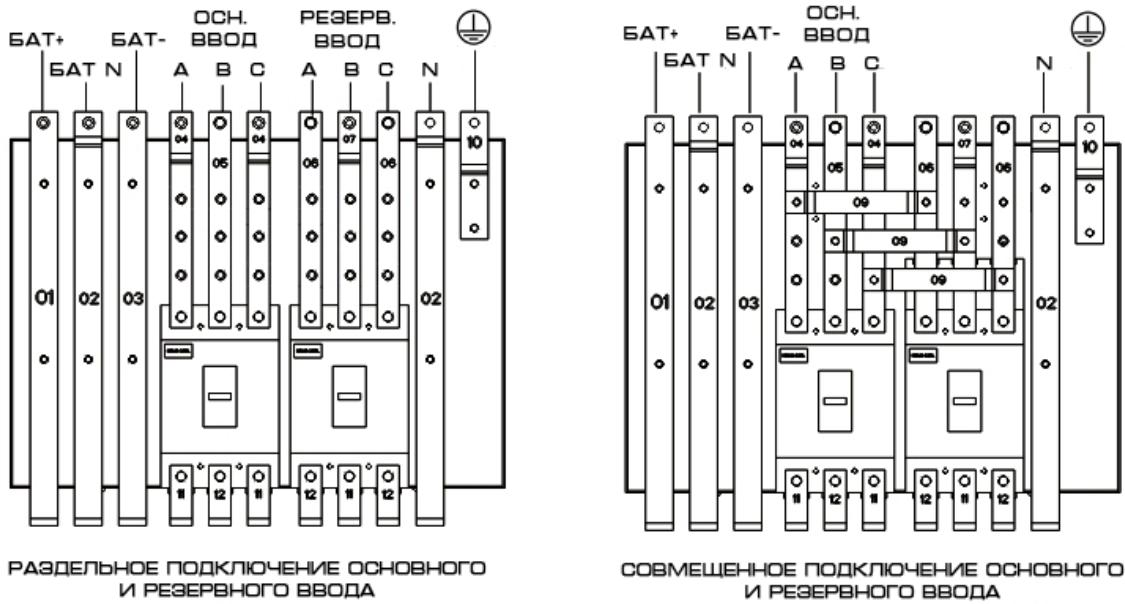

Рис. 2.15 Входные и выходные подключения кабинета 160кВА
2) Подключите заземление, кабель основного ввода, кабель резервного (байпасного) ввода (или установите шины если они не установлены) и батарейный кабель к соответствующим клеммам. На рис. 2.15. изображены раздельное и совмещенное подключение основного и резервного вводов.